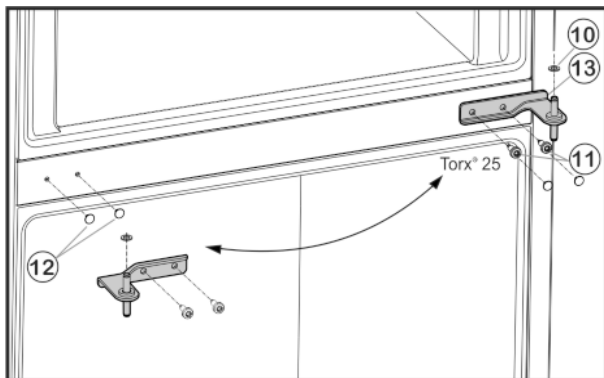

Fig. 5
- Sejměte opatrně kryty *Fig. 5 (12)* a na protější straně je opět nasadte.